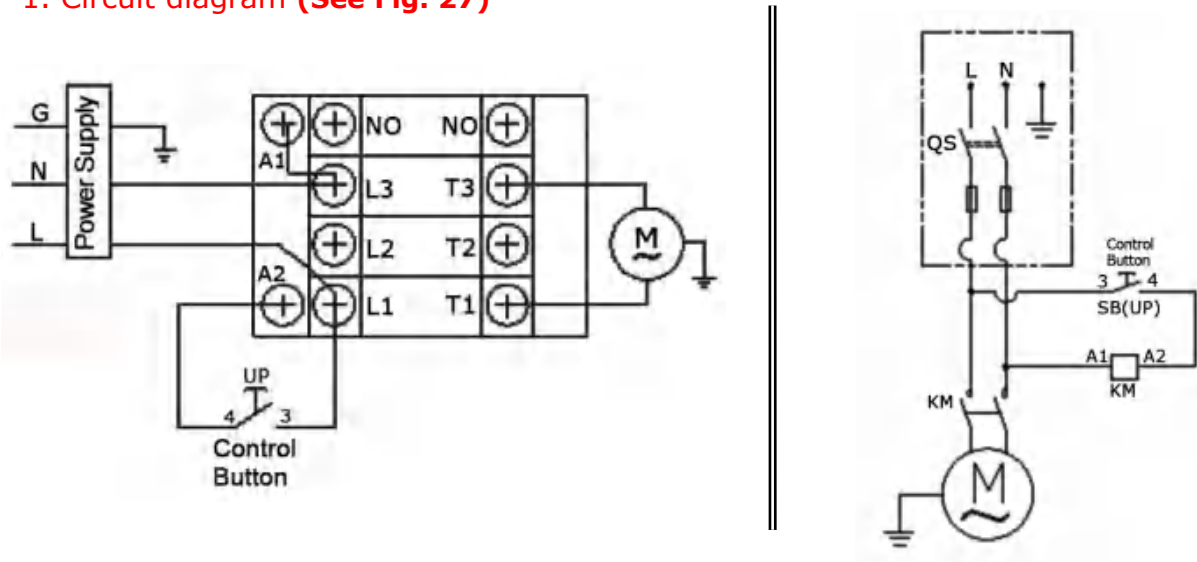

Fig. 27
1. Circuit diagram (See Fig. 27)